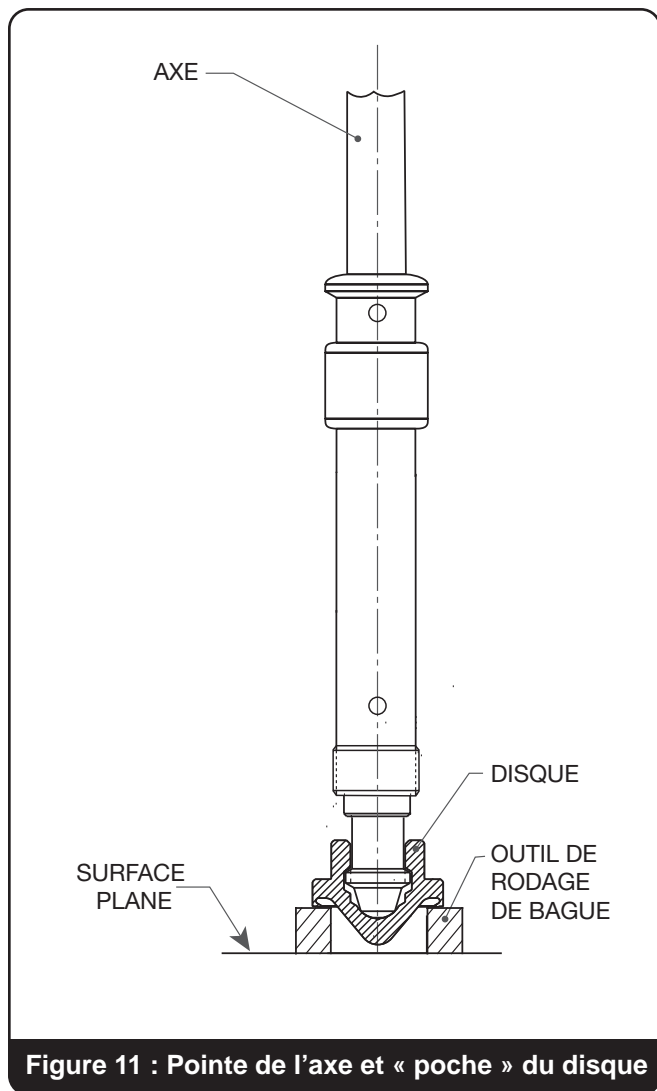

Figure 11 : Pointe de l'axe et « poche » du disque
- e. le sens horaire pour mettre en prise le filetage. Poser un outil de rodage de bague sur un établi ou une surface plane et nettoyer la surface exposée de l'outil de rodage. Insérer le nez du disque dans l'outil de rodage de bague de façon à ce que le plan d'appui vienne au contact de la surface de l'outil de rodage. Faire osciller l'axe selon un angle de 360° pendant environ 15 secondes puis vérifier la pointe de l'axe et l'espace (« poche ») du disque pour déterminer l'état d'avancement du rodage. (voir Figure 11).